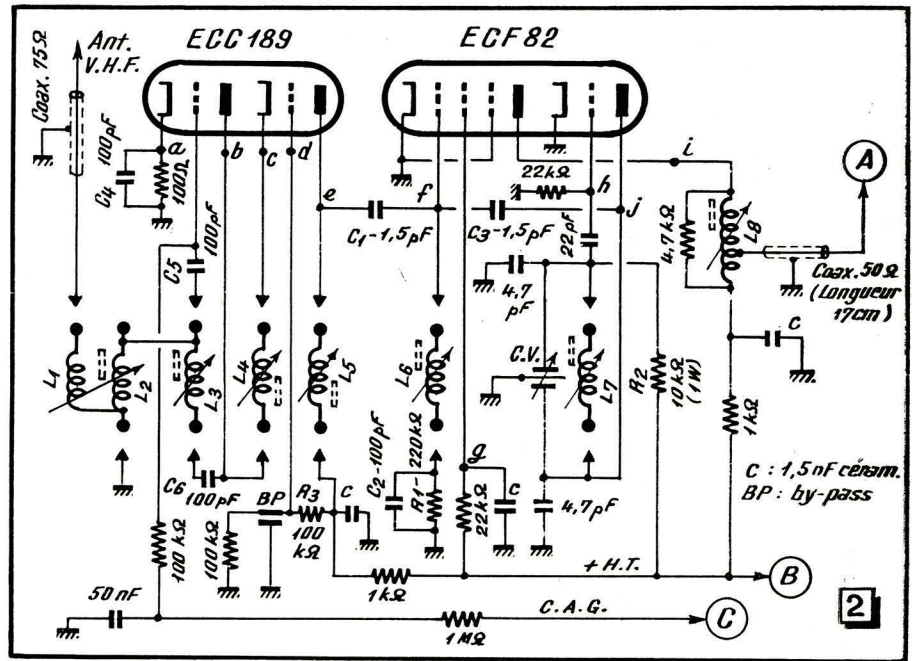
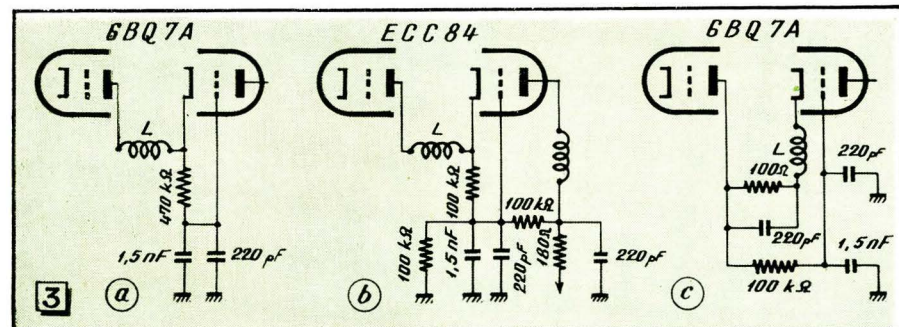

Fig. 2. — Le sélecteur de canaux du RC-65 est à six bobines commutables.
Fig. 3. — La polarisation de la deuxième triode du cascode peut se faire également suivant un de ces schémas.
Fig. 2. — Quatre pentodes à grande pente (15 mA/V) équipent la platine F.I. et procurent à l'ensemble une sensibilité peu commune. Les tensions négatives (proportionnelles à la porteuse reçue), disponibles sur la grille du deuxième étage F.I. sont mises à profit pour commander le gain du tube d'entrée de la tête V.H.F.
Le changement de fréquence étant opéré par la seconde moitié de la ECC 85 (B), on retrouve donc, dans le circuit plaque de ce tube, des signaux à fréquence intermédiaire. Ceux-ci sont centrés sur 10,7 MHz et apparaissent aux bornes de L_2 . Leur transport, à basse impédance, est assuré vers le primaire du T_1 (fig. 2) grâce à l'enroulement de couplage L_3 . Ces signaux sont disponibles entre les bornes de sortie de la « tête » V. H. F.
La première triode (ECC 83 A) est montée en amplificatrice de courant continu : recevant sur sa grille les signaux en provenance du détecteur de rapport (point M, fig. 2), elle les amplifie fortement — ré-
La seconde moitié (B) de l'ECC 85 est réservée à l'attaque du décodeur « stéréo ». Nous sommes ici en présence d'un étage cathodyne, dont la grille reçoit les diverses informations présentes au point N (fig. 2). Cet étage ne joue, en fait, que le rôle de séparateur, isolant l'entrée du décodeur — dont l'attaque est ainsi réalisée à basse impédance — de la sortie du détecteur de rapport.
Son schéma est celui de la figure 2, et il se compose de :
Sur le téléviseur RC-65 le câblage du sélecteur de canaux est assez accessible, et il en est de même, en général, de tous les rotacteurs, avec, parfois, l'obligation d'enlever un blindage. Il est donc relativement facile de mesurer les différentes tensions de ces deux étages, ce qui peut être fort utile aussi bien dans le dépannage que dans la mise au point. Voici quelques indications sur ce que l'on doit trouver en différents points du schéma de la figure 2 avec, en B, une haute tension de 210 V, et en l'absence de tout signal à l'entrée, de façon que la polarisation de la première triode ne soit pas affectée par l'action de la C.A.G. :
Voici, pour fixer les idées, les caractéristiques approximatives des bobines d'un rotacteur tel que celui de la figure 2, équipant la barrette-canal 8 A, en supposant que le diamètre des mandrins soit de 6 mm et que l'on utilise du fil nu étamé de 50/100 :
Le circuit d'entrée $L_1 - L_2$, réalisé dans le cas de la figure 2 en transformateur, se fait aussi souvent, sinon plus, en auto-
Le potentiel de grille de la deuxième triode est le plus souvent fixé à l'aide d'un diviseur de tension, comme sur le schéma de la figure 2 ($R_3 - R_4$), mais d'autres modes d'obtention de ce potentiel ont été utilisés et les trois schémas de la figure 3 nous en montrent quelques-uns. Il n'en reste pas moins vrai que c'est le montage
Dans le montage de la figure 2 on fait appel à un neutrodynage dit inductif, qui consiste à ajouter un bobinage en parallèle sur la capacité C_{ag} nuisible, afin de constituer, avec cette dernière, un circuit résonnant parallèle accordé sur la fréquence à amplifier, ou sur le milieu de la bande à amplifier. De cette façon, on transforme le couplage capacitif parasite, « perméable » à la fréquence de travail, en une barrière pratiquement infranchissable, puisque l'impédance du circuit ainsi constitué est très élevée à la résonance. Le schéma de la figure 4a montre le circuit de neutrodynage utilisé dans le téléviseur RC-65 et les capacités internes de la triode qui y interviennent : C_e , capacité d'entrée (3,5 pF) ; C_s , capacité de sortie (2,3 pF) ; C_{ag} , capacité anode-grille (1,9 pF).
de la figure 2 qui est préférable lorsqu'on fait agir la commande automatique de gain sur l'étage d'entrée.
Enfin, la situation se complique encore si l'on fait agir la C.A.G. sur la première triode, ce qui est le cas, notamment, de la figure 2.
Sans analyser les avantages et les inconvénients des deux modes de neutrodynage que nous venons de voir, on comprend aisément que l'adoption d'un neutrodynage capacitif permet de supprimer la bobine L_3 du schéma de la figure 2 et d'obtenir un sélecteur à cinq bobines commutables seulement, avantage non négligeable.
du cascode ; gain de l'étage mélangeur (fig. 6). On admet que la tension U_e est celle qui se trouve appliquée à l'entrée d'antenne, c'est-à-dire aux bornes du primaire L_1 de la figure 2.